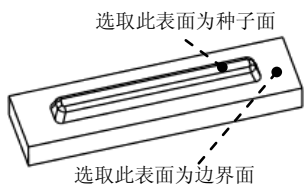

图 11.5.18 定义边界面和种子面
Step6. 定义边界面。在系统  的提示下，在模型中选取图 11.5.18 中的表面为边界面。
Step7. 定义种子面。在系统  的提示下，在模型中选取图 11.5.18 中的表面为种子面。